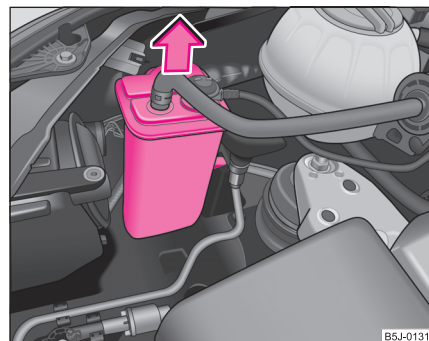

Abb. 184 Aktivkohlebehälter herausnehmen
- Bei Fahrzeugen mit Benzinmotoren nehmen Sie vor dem Lampenwechsel im rechten vorderen Scheinwerfer den Aktivkohlenbehälter heraus ⇒ Seite 260, Abb. 184.